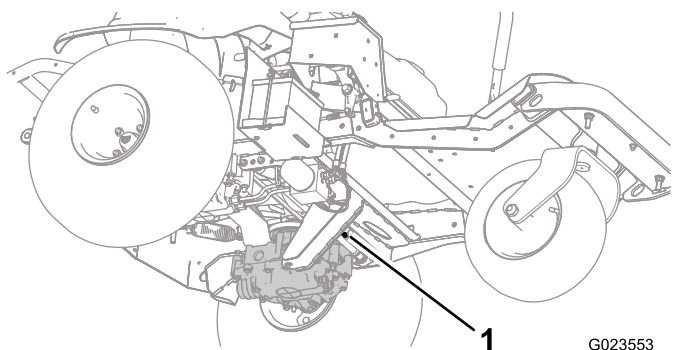
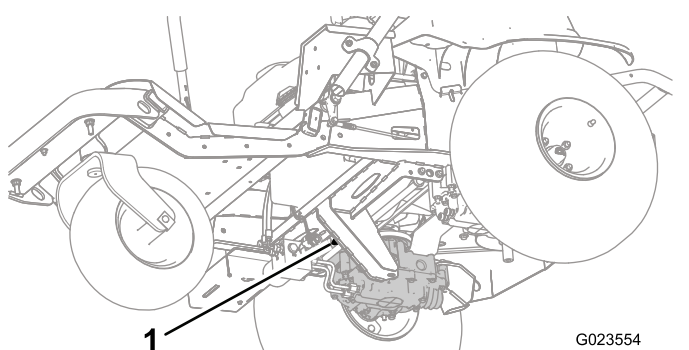
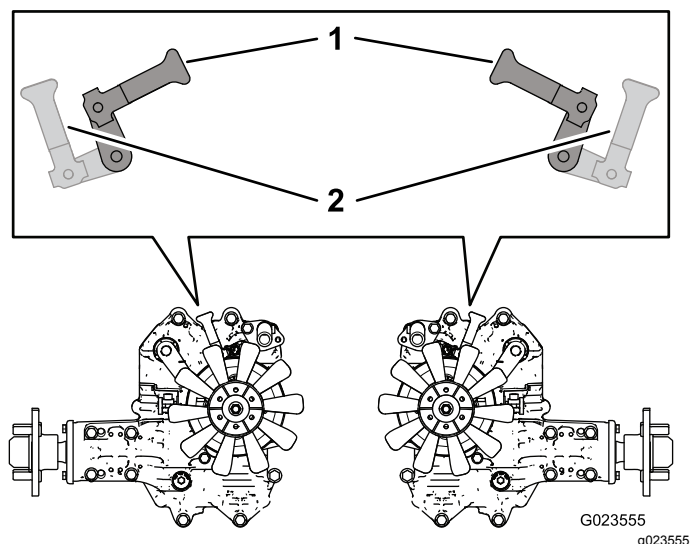

Figura 27
Figura 28
Figura 29
2. A partir da parte inferior da máquina, rode as alavancas da válvula de distribuição (Figura 27 e Figura 28) para que apontem para dentro, na direção do centro da máquina (Figura 29), e desengate o travão de estacionamento; consulte Utilização do travão de estacionamento (página 23).
3. Quanto tiver terminado de empurrar ou rebocar a máquina, rode as alavancas da válvula de distribuição para que apontem para a parte da frente da máquina, para permitir a condução da máquina (Figura 29).